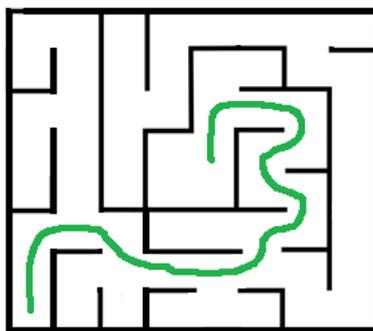

Figura 3. Ejemplo de laberinto para la Fase clasificatoria de Micromouse
- D.** En esta primera fase el laberinto será simplemente conexo, es decir, no existirán diferentes caminos para alcanzar la zona de meta. De esta forma, la meta podrá alcanzarse siguiendo una pared del mismo lado durante todo el recorrido (ver Figura 3 para un ejemplo).